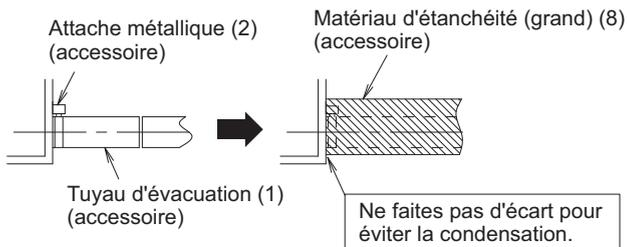

Fig. 24
- Assurez-vous d'utiliser le tuyau d'évacuation fourni (1) et l'attache métallique (2). Insérez également le tuyau d'évacuation (1) dans la base du support d'évacuation, puis serrez fermement l'attache métallique (2) au niveau du support d'évacuation. (Reportez-vous à la Fig. 24 et Fig. 25)
- Lorsque vous effectuez l'isolation, enroulez le matériau d'étanchéité (grand) (8) joint en commençant par la base de l'attache métallique (2) et du tuyau d'évacuation (1) dans le sens de la flèche. (Reportez-vous à la Fig. 24 et Fig. 25)